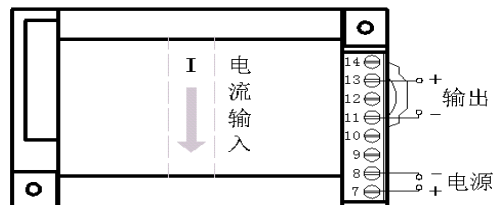

图 4 产品接线图
- ① 按图 4 所示的螺孔位置在固定板上攻丝 M3 螺钉孔;
- ② 使用 M3 的螺钉旋入螺钉孔中固定;